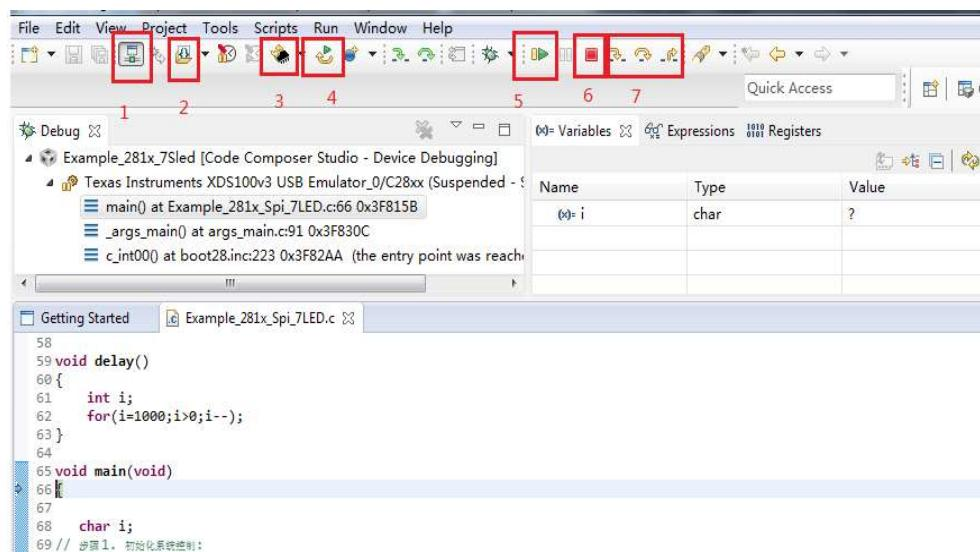

图 2 调试界面简介
(4) 程序通过仿真器会加载到 SXD28335 开发板里。这是会出现图 2 的界面。